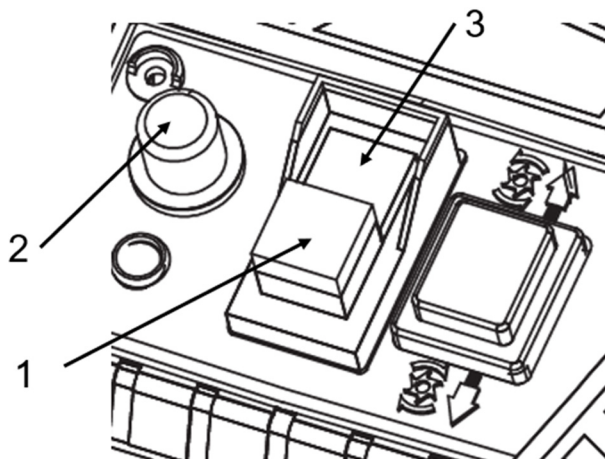

Рис. 12
Если в процессе эксплуатации создались условия, которые приводят к перегрузке и перегреву агрегата, например, при заторе подаваемого материала, при подаче слишком толстых ветвей и т.п., кнопка 1 (Рис. 12) активизируется автоматически, двигатель измельчителя останавливается. В этом случае срабатывает защита от перегрузки (Поз 2 Рис.12). Автоматический, самопроизвольный, повторный запуск после перегрузки не предусмотрен.
2. Нажмите кнопку защиты от перегрузки (Поз 2. Рис.12).
3. После этого можно продолжить работу, включив двигатель агрегата, нажав на кнопку 3 (Рис. 12). Если проблема более серьёзная (засор, попадание посторонних предметов либо надо выполнить процедуру устранения засора, убедитесь, что кнопка 1 (Рис.12) активирована, отключите измельчитель от электросети и постарайтесь найти причину остановки двигателя.
3. Нажмите кнопку защиты от перегрузки (Поз 2. Рис. 12) для восстановления питания.